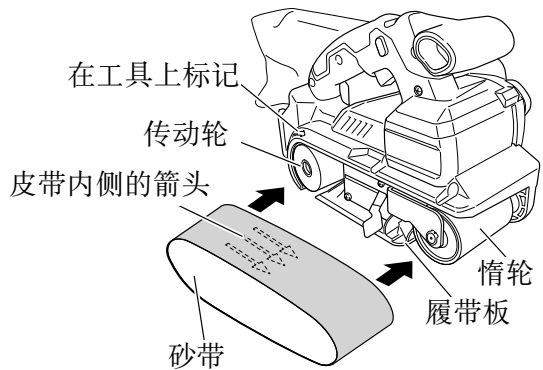

图 9
- (2) 传动轮和惰轮放置在上方，使其越过履带板外侧，同时确保皮带内侧的箭头与工具上对应的标记重合。(图 9)